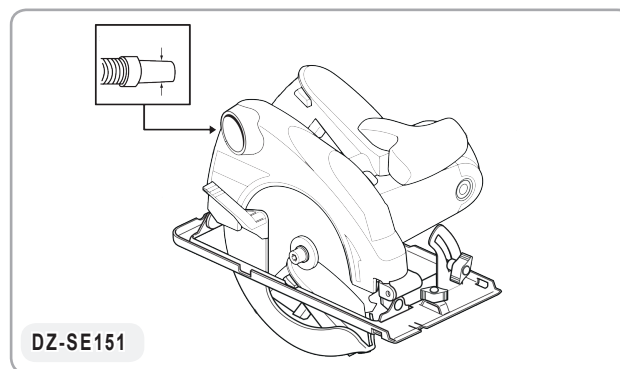

Fig.9
- Conectați aspiratorul la extensia aparatului Fig 9